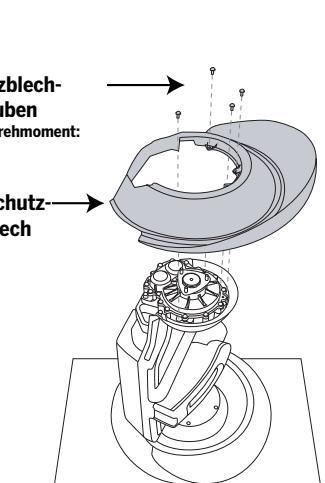

Abbildung 2. Schutzblech aus- oder einbauen
4. Halten Sie das Rad gut fest, damit es sich nicht dreht, und drehen Sie die (3) Radmuttern mit einem 13-mm-Steckschlüssel heraus. Sie benötigen diese (3) Radmuttern zum Wiedereinbau des Rads.
6. Entfernen Sie die (4) Schrauben, mit denen das Schutzblech am Getriebegehäuse befestigt ist, mit einem sechsackigen T20-Drehmomentschlüssel und heben Sie das Schutzblech ab. Sie benötigen diese (4) Schrauben zum Wiedereinbau des Schutzblechs. Siehe Abbildung 2.
10. Wiedereinbau des Schutzblechs: Richten Sie das Schutzblech so aus, dass es mit den Löchern im Getriebegehäuse zur Deckung kommt. Siehe Abbildung 2.